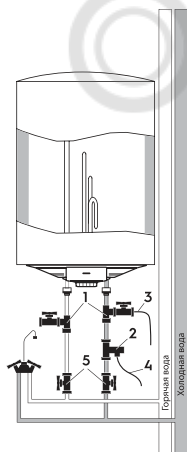

Рис. 5
2. Подключение обратного предохранительного клапана (рис.5, поз. 2): клапан следует устанавливать в месте входа холодной воды (удостоверьтесь, что гибкая сливная трубка (рис.5, поз. 4) установлена, на отверстие спуска давления и слива воды и направлена вниз в специальный дренаж для удаления воды).
3. При подключении к системе водоснабжения необходимо предусмотреть и реализовать установку индивидуальных запорных вентилей (рис. 5, поз. 5) на линии подачи холодной
- Для упрощения процесса слива воды из водонагревателя рекомендуется на входе и выходе воды из водонагревателя установить тройники (рис. 5, поз.1).